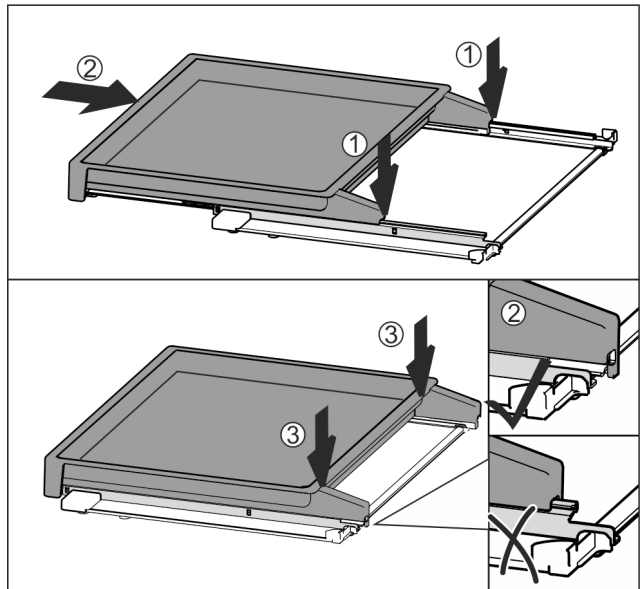

Fig. 41
- ▶ Mittig auf Schienen aufsetzen Fig. 41 (1).
- ▶ Auszugsbord vollständig einschieben Fig. 41 (2).
- ▶ An hinterer Seite drücken bis es hörbar einrastet Fig. 41 (3).